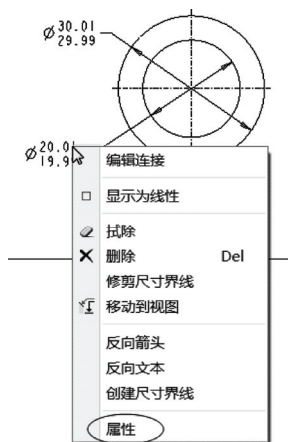

图 11-70 选择“属性”命令
5) 通过修改选定尺寸的公差模式来获得所需的尺寸公差。建议先在功能区中切换至“注释”选项卡,以便在需要时可以很方便地选择相关的注释工具和编辑工具等。在本例中,可以使用右键快捷方式,例如,选择内孔的直径尺寸,右击,接着从出现的图 11-70 所示的快捷菜单中选择“属性”命令。